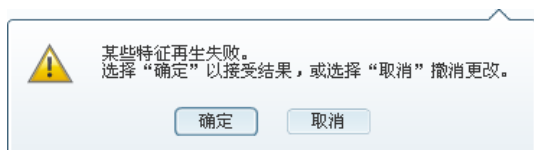
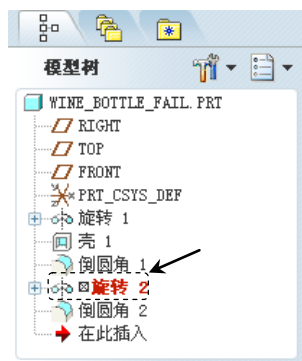
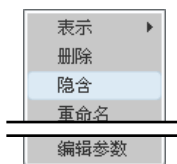
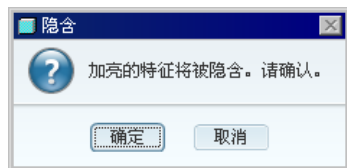

图 5.21.6 特征失败提示
图 5.21.7 模型树
图 5.21.15 快捷菜单
图 5.21.16 隐含对话框
Step4. 在操控板中, 单击“完成”按钮  后, 系统弹出图 5.21.6 所示的“特征失败”提示对话框, 此时模型树中“旋转 2”以红色高亮显示出来, 如图 5.21.7 所示。前面曾讲到, 该特征截面中的一个尺寸 (5.0) 的标注是以完全圆角的一条边线为参照的, 重定义后, 完全圆角不存在, 瓶口旋转特征截面的参照便丢失, 所以便出现特征生成失败。
Step1. 在图 5.21.6 所示的特征失败提示对话框中, 选择 **确定** 按钮。
Step2. 从图 5.21.7 所示的模型树中, 单击 **旋转 2**, 右击在弹出的图 5.21.15 所示的快捷菜单中选择 **隐含** 命令, 然后在弹出的图 5.21.16 隐含对话框中选择 **确定** 按钮。